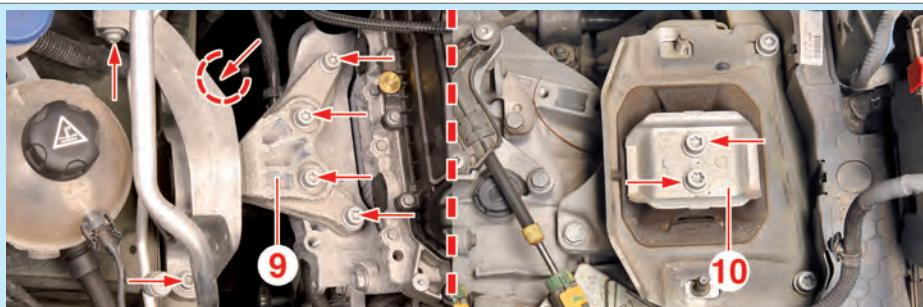

Fig.6
- Déposer (Fig.6) :
- le silentbloc du support moteur droit (9),
- le silentbloc du support de boîte de vitesses (10).